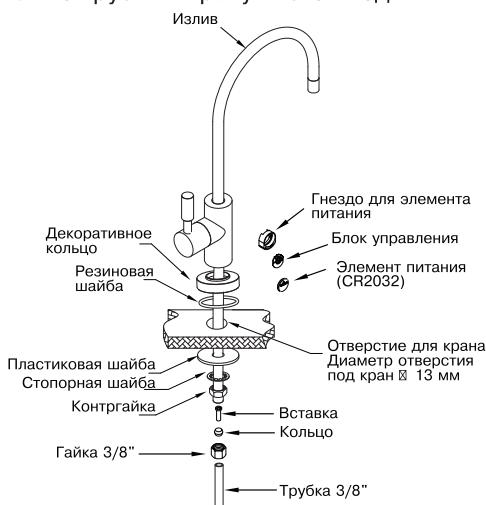
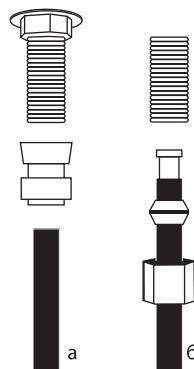

Рис. 8
Рис. 9
Монтаж крана чистой воды производите согласно **рис. 8**. В комплекте с краном чистой воды может поставляться набор деталей для осуществления соединения с трубкой, либо кран чистой воды может иметь в своем составе быстроразъемный коннектор. На **рис. 9а, б** приведены возможные способы подключения синей трубы к крану чистой воды.
12. После заполнения бака (вы услышите, что вода больше не течет в дренаж и насос (если есть) не работает) откройте кран чистой воды (A) и дождитесь, пока вся вода не вытечет.
13. Закройте кран чистой воды (A). Дайте баку наполниться во второй раз. Этот процесс займет около 2 часов. Затем слейте воду из бака.
17. Убедитесь в отсутствии протечки внизу корпуса крана чистой воды, затяните гайку крана (**рис. 8**).